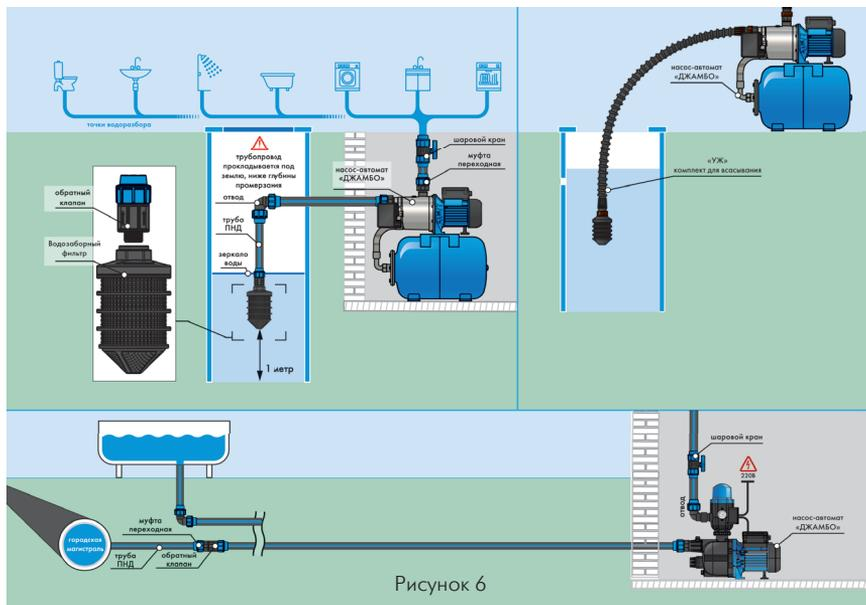

Рисунок 6
5.3 Возможная схема установки насоса (Рисунок 6)